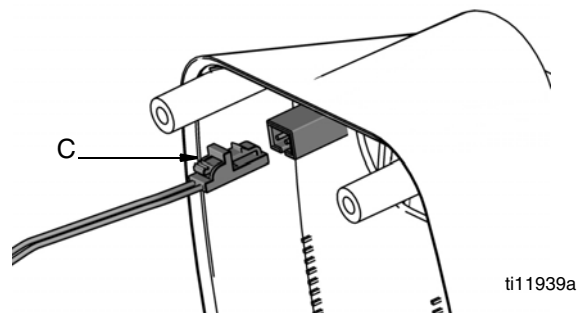

FIG. 33
5. Suelte el hilo del solenoide (C) (FIG. 33).